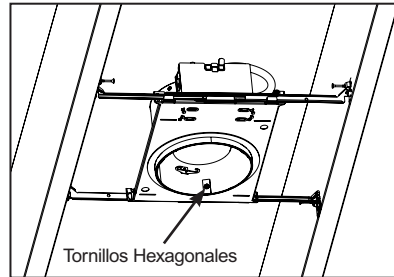
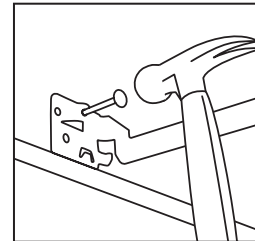

Figura 2
Figura 3
Paso 1. Extienda las barras colgantes para que quepan entre las vigas. El pie de la barra colgante está formado para alinearse fácilmente con la parte inferior de la viga (Figura 2). Coloque el accesorio martillando Real-Nails® en las vigas (Figura 3).
Paso 4. Al instalar en tablayeso, corte un agujero de tamaño apropiado.* Después de instalar en tablayeso, si es necesario, ajuste el accesorio para el grosor del techo aflojando los tres tornillos hexagonales que sujetan la carcassa redonda al marco de yeso (Figura 2).